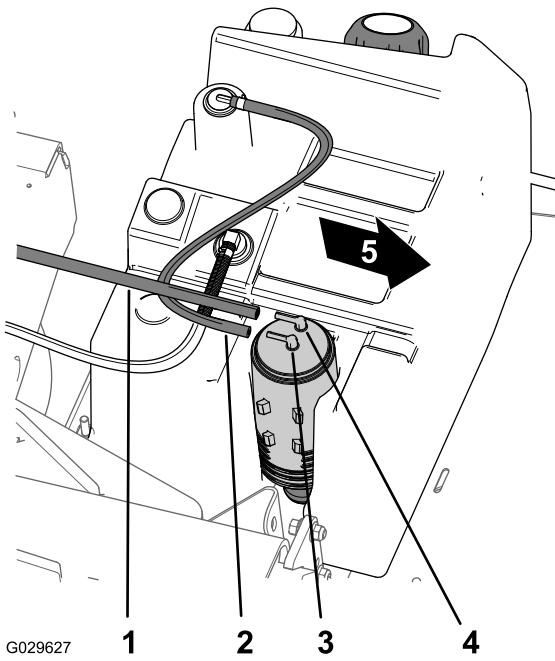

Figura 46
1. Retire la manguera de aspiración del acoplamiento del cartucho de carbón marcado "Purge" (purga) (Figura 46).
2. Retire la manguera del depósito de combustible del acoplamiento del cartucho de carbón marcado "Fuel Tank" (depósito de combustible) (Figura 46).
8. Conecte la manguera de aspiración al acoplamiento del cartucho de carbón marcado "Purge", y la manguera del depósito de combustible al acoplamiento marcado "Fuel Tank" (Figura 46).